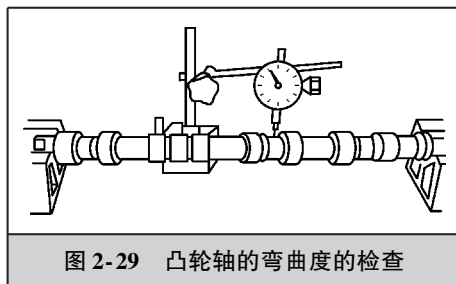

图 2-29 凸轮轴的弯曲度的检查
(1) 凸轮轴的弯曲的检查 将凸轮轴安放在 V 形架上，并置于平板平面，用百分表检测中间轴颈弯曲如图 2-29 所示。若中间轴颈径向圆跳动超过 0.10mm 时，应进行校正。